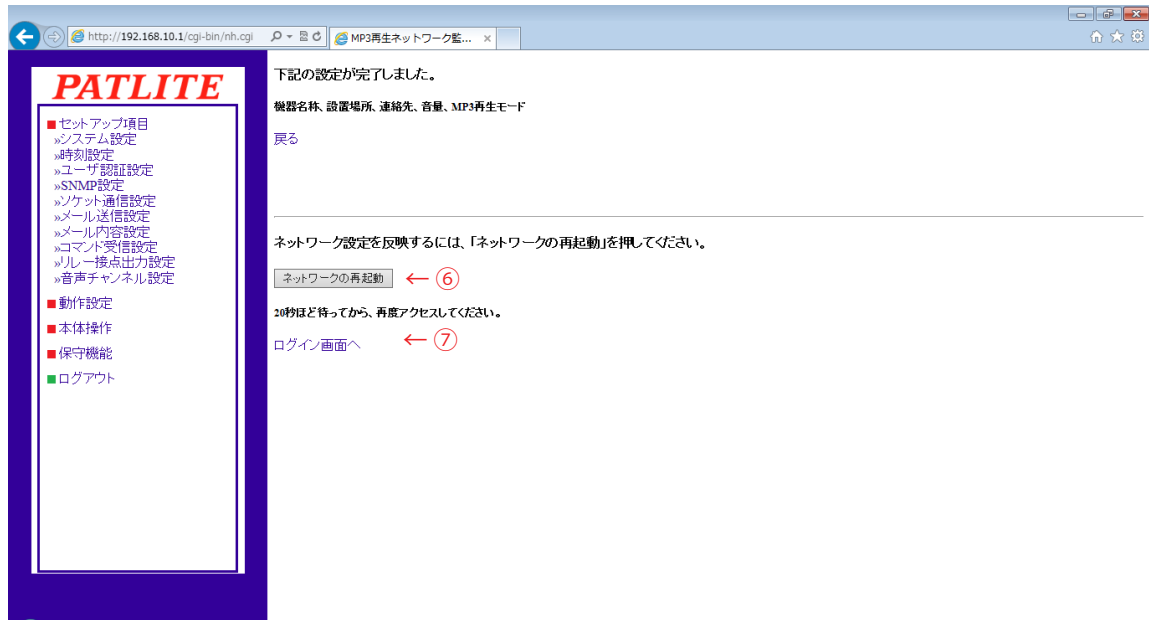

図 2.7.6 ネットワーク設定再起動画面
- ③ 本体IPアドレスを入力します。
- ④ お客様の必要に応じてネットマスク、デフォルトゲートウェイなどの設定をおこないます。
- ⑤ 「設定」ボタンをクリックして設定を反映します。
- ⑥ 設定を有効にするため「ネットワークの再起動」ボタンをクリックします。(図2.7.6参照)
- ⑦ ネットワークの再起動に約20秒かかります。待ち時間が経過しましたら「ログイン画面へ」をクリックします。(図2.7.6参照)